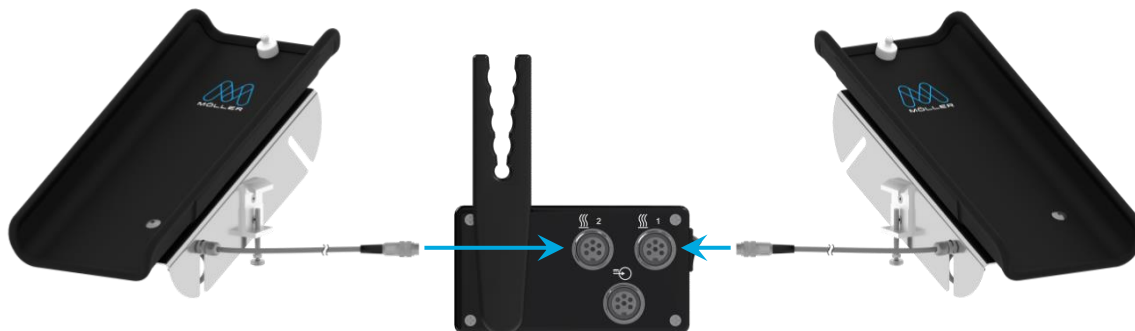

Figura 6:
7. Introduzca la clavija en la toma de conexión de modo que los carriles guía queden enclavados. Al hacerlo apenas se debe percibir resistencia (Figura 6).